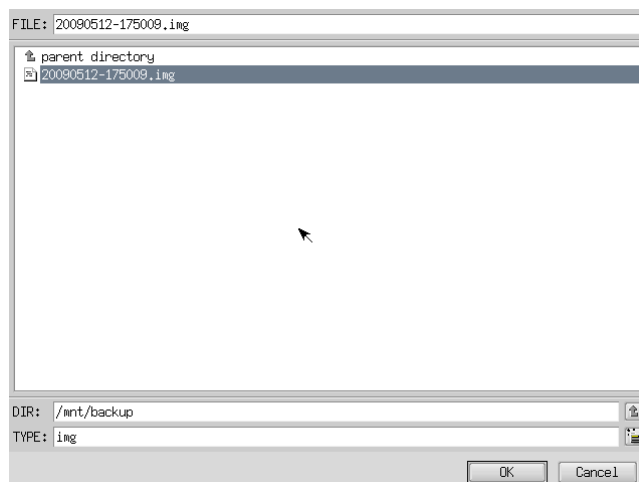

図 6-4-3. ファイル参照画面
- ④ ファイル参照画面（図 6-4-3）が表示されます。②で接続したメディアは、/mnt にマウントされているので、/mnt 以下から目的のファイルを探してください。[OK]を押すとファイル選択画面にもどります。